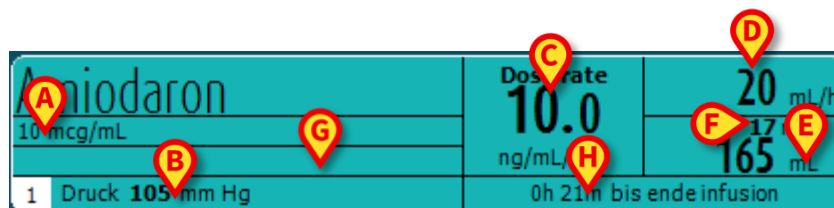

Abb. 13
Das Kästchen, das die Pumpe darstellt (Abb. 13) kann verschiedene Arten von Informationen anzeigen.
- Konzentration des Arzneimittels (Abb. 13 **A**);
- Druck des Infusionskreislaufes (Abb. 13 **B**) Über die Konfiguration kann verschiedene Arten von Informationen angezeigt werden. Bei Überschreiten dieser Schwelle wird der Druckwert gelb angezeigt.
- Dosisrate ("Dose Rate" - Abb. 13 **C**); oder "Zieldosis" bei Arbeiten im pharmakokinetischen Modus. In diesem Fall erscheint neben dem Namen das in Abb. 5 dargestellte Symbol der "Zieldosis".
- Infusionsgeschwindigkeit ("Volume Rate" - Abb. 13 **D**);
- Gesamtinfusionsvolumen (Abb. 13 **E**);
- Verbleibendes Volumen in der Spritze (Abb. 13 **F**);
- Verbleibende Zeit bis zum Ende der Infusion (Abb. 13 **F**);
- Profil, falls angegeben (Abb. 13 **G**).